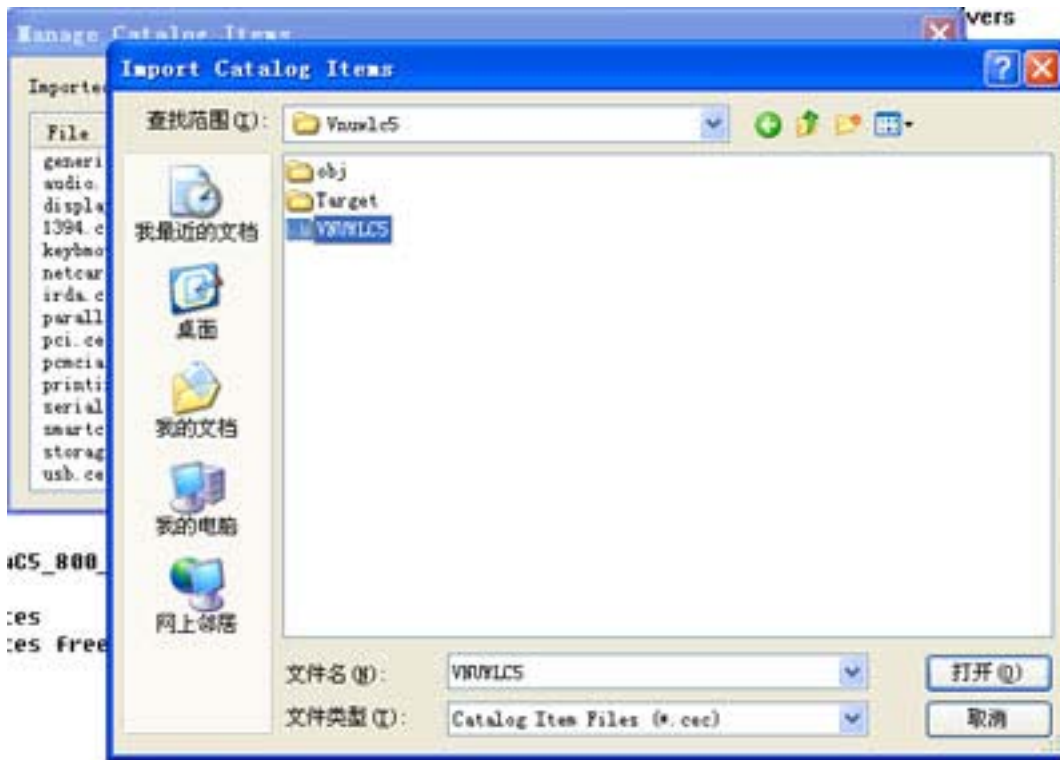

图 4
5. 点 Import，选择 VNUWLC5.CEC 。见图 4